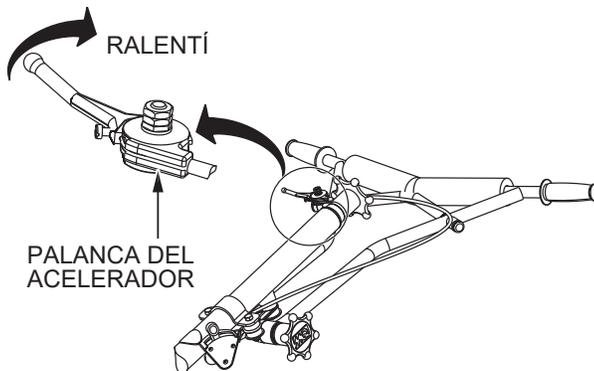

Figura 39. Palanca del acelerador (**RALENTÍ**)
1. Vuelva a poner la palanca del acelerador en la posición de **RALENTÍ** (Figura 39) y deje que funcione el motor durante tres minutos a velocidad baja.